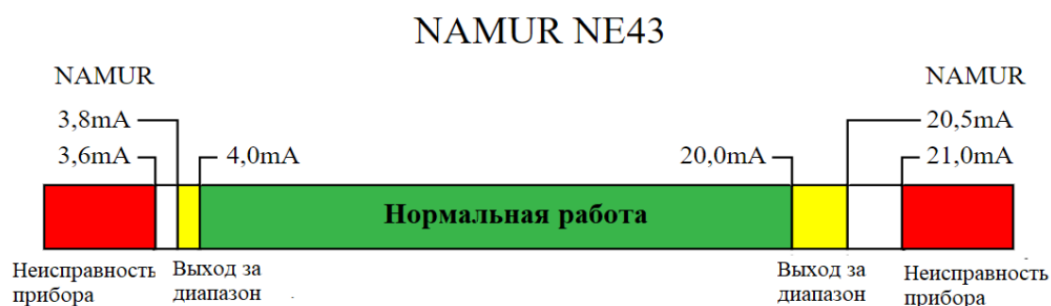

Рисунок 16 – Границы диагностики по стандарту NAMUR NE43
1.5.2 Токовый выход (клеммы "+Iout" и "-Iout") – аналоговый сигнал (4 – 20) мА с диагностикой по стандарту NAMUR NE43. Границы диагностики (рисунок 16):